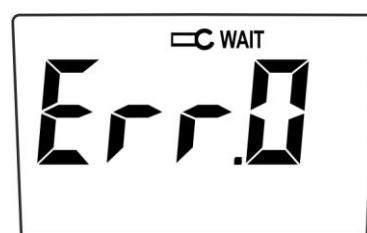

Fig. 4
3. Si le tore est ouvert pendant le processus d'étalonnage, l'indication « **Err.0** » apparaît à l'écran (voir Fig. 4). Lorsque le tore est fermé, le processus de calibrage démarre automatiquement depuis le début.